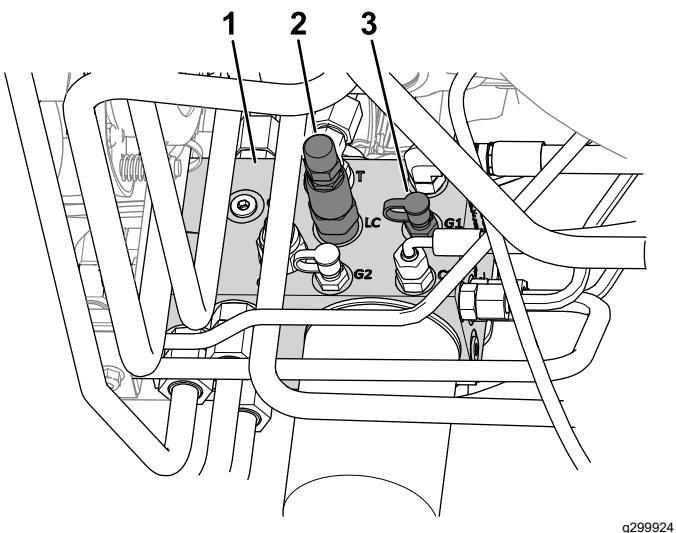

Bild 24
- Schließen Sie ein Manometer an den Prüfanschluss an (gekennzeichnet mit G1, siehe Bild 24).
5. Entfernen Sie an der Seite des Hubverteilers die Kappe vom Prüfanschluss (gekennzeichnet mit G1, siehe Bild 24).
6. Lösen Sie die Klemmmutter am Ende der Gewichtsverlagerungsspule (gekennzeichnet mit LC, siehe Bild 24).